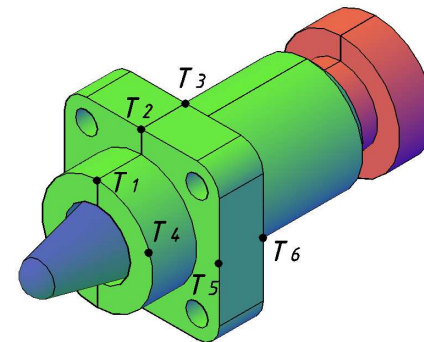

Рис. 41
- ◆ Выполняем разрез вертикальной плоскостью (рис. 41).
- ◆ Выполняем разрез горизонтальной плоскостью (рис. 41).